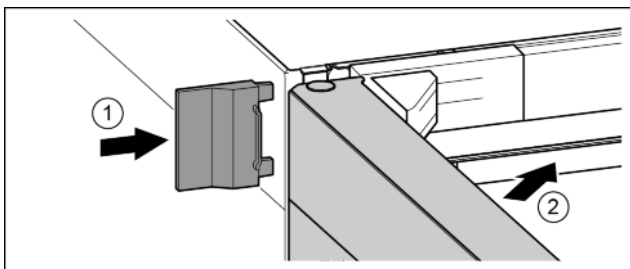

Fig. 23
- ▶ Нахлузете външния капак. Fig. 23 (1)
- ▶ Затворете горната врата. Fig. 23 (2)